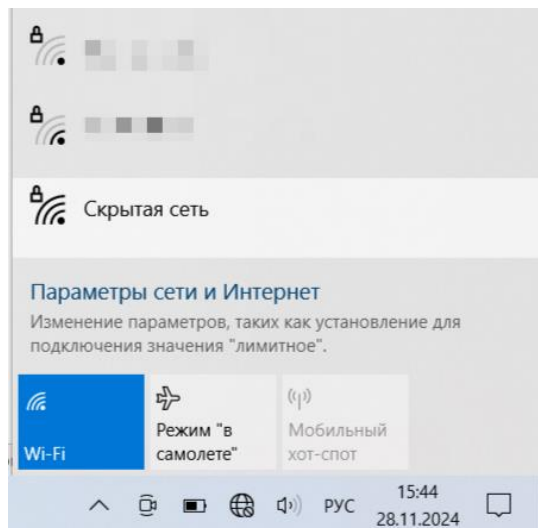

Рисунок 15
- подключиться к Wi-Fi сети счетчика (сеть счетчика скрытая), см. Рисунок 15;